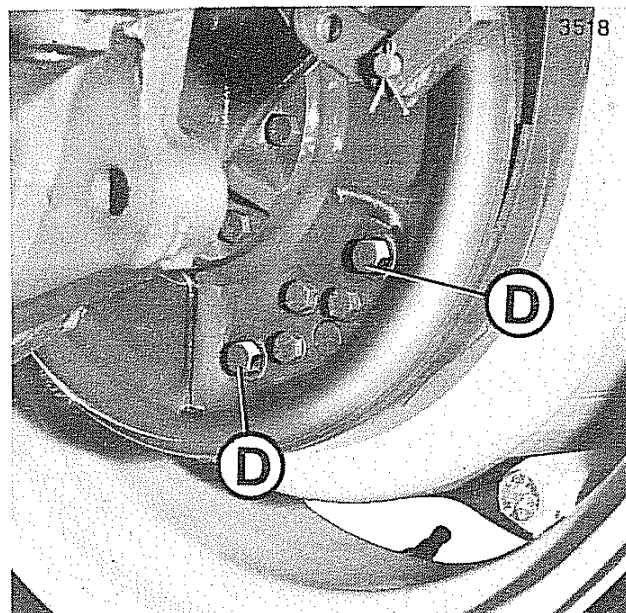

Fig. 37 - Registrazione frenatura di servizio
- Ruotare in senso orario le viti **D** (fig. 37), fino a portare i ceppi contro il tamburo; ruotare quindi sensibilmente in senso inverso.